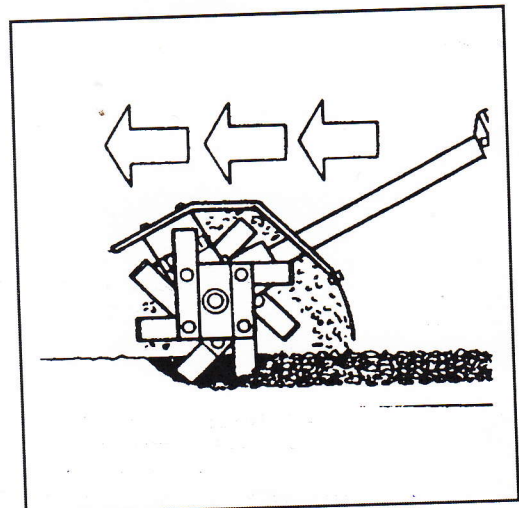
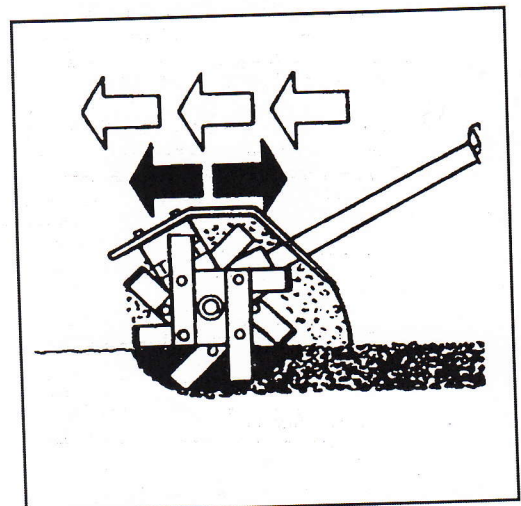

Fig. 5
Fig. 6
- Для нглубокой обработки почвы быстро прдвигайт культиватор по участку (Рис.5). Наоборот, для глубокой обработки двигайтсь мдлнн и подольш стойт в одной и той ж точк, прмщая культиватор взад-впрд.
- Do spulchniania gleby na niewielkiej głębokości, należy szybko przesunąć kultywator po terenie (Rys. 5). W celu głębokiego zruszenia ziemi należy pracować powoli oraz zatrzymywać się na dłużej w danym miejscu przesuwając kultywator do przodu i do tyłu (Rys. 6).